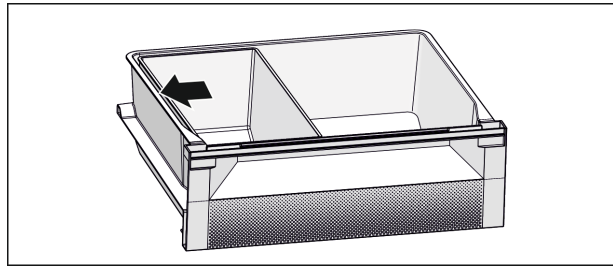

Fig. 7
- ▶ Pentru o funcție optimă de răcire: Poziționați separatorul Fish & Seafood conform figurii (vezi Fig. 7).